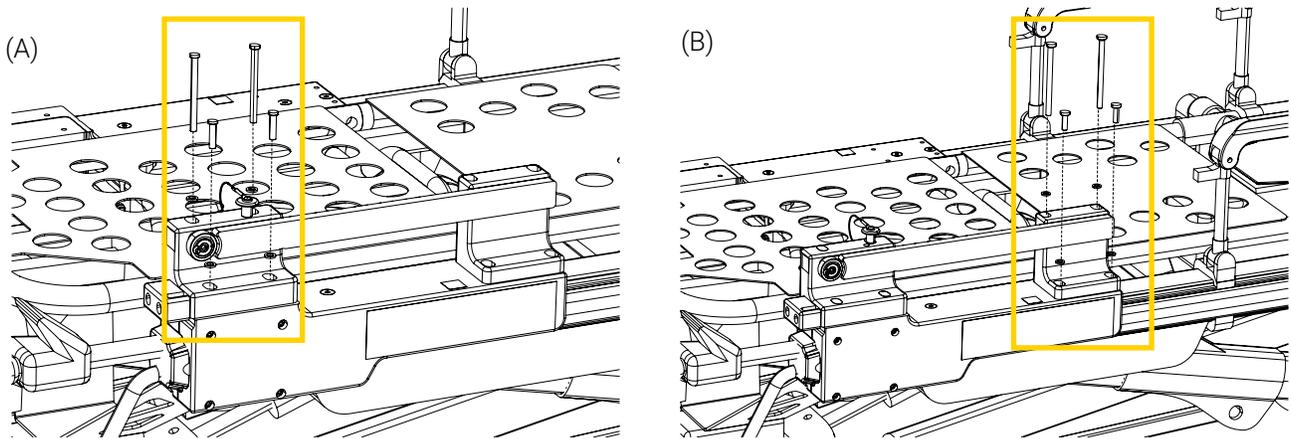

Figure 35: Installation du Bloc d'ancrage de rail XTPA-PPXT sur le Rail XTPA-PPXT
3. Vers côté pied du patient du rail (Figure 35 A), visser partiellement :
- Deux (2) vis à tête cylindrique à six pans creux ¼ - 20 x 3 po avec deux (2) rondelles pour vis ¼ à l'aide d'une clé hexagonale de 3/16 po.
- Deux (2) vis à tête cylindrique à six pans creux ¼ - 20 x 1 po avec deux (2) rondelles pour vis ¼ à l'aide d'une clé hexagonale de 3/16 po.
4. Vers côté tête du patient du rail (Figure 35 B), visser partiellement :
- Deux (2) vis à tête cylindrique à six pans creux ¼ - 20 x 3,5 po avec deux (2) rondelles pour vis ¼ à l'aide d'une clé hexagonale de 3/16 po.
- Deux (2) vis à tête cylindrique à six pans creux ¼ - 20 x ¾ po avec deux (2) rondelles pour vis ¼ à l'aide d'une clé hexagonale de 3/16 po.